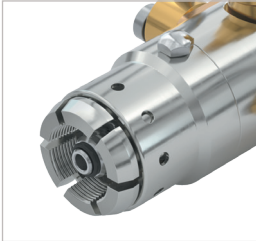

Abbildung 1
- Der WEH® Adapter TW57 mit Entlüftungsbohrungen in der Hülse (*Abbildung 1*) leitet das Gas bei einem ungewollten Gasaustritt aus dem Flaschenventil seitlich ab und verhindern so einen Druckaufbau im Gerät.